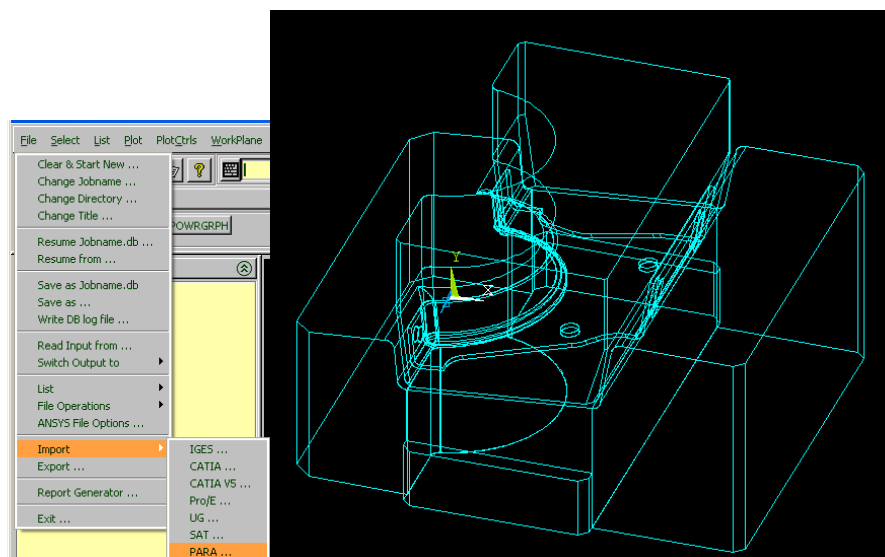

Рисунок 4.3. Импорт геометрических данных в Ansys
1. Запускаем Ansys и сохраняем базу данных в выбранной директории. В качестве трехмерной модели используем геометрию, предварительно построенную в CAD-системе и сохраненную в формате Parasolid. Видео пример2. (рис.4.3).